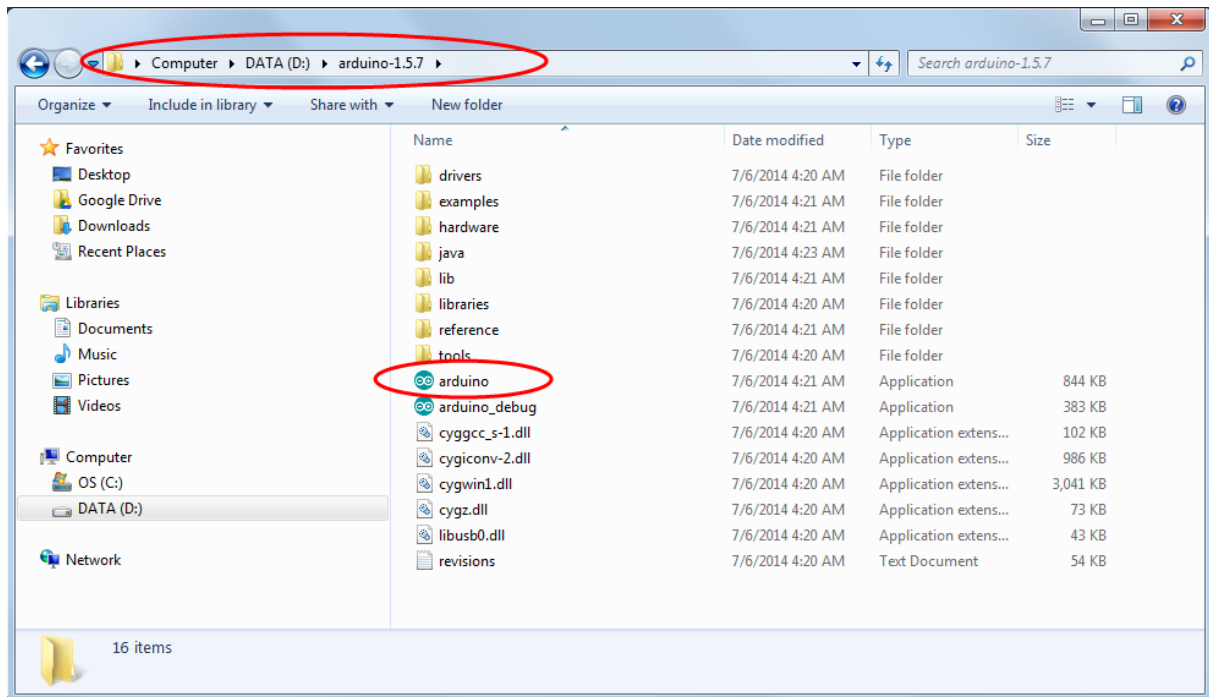

图 5 Arduino 安装文件夹包含了 Arduino.exe
- 3) 安装结束后，请记住您安装 Arduino 的文件夹，这也是 arduino.exe（如图 5）所在的文件夹。您将安装 LinkIt ONE SDK 到此文件夹。